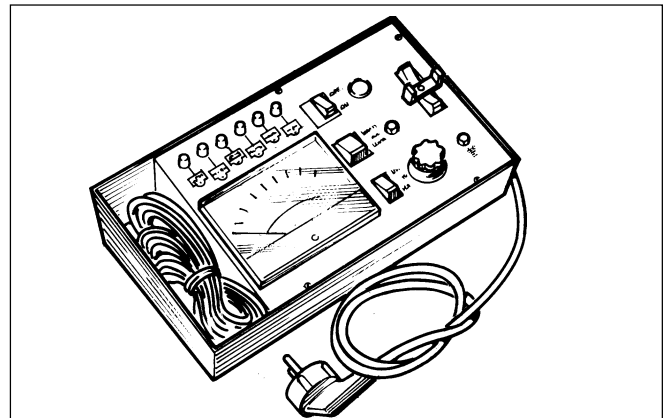

Fig. 5
**NOTA** - Avec le testeur d'allumage (fig. 5) ou de compression, les défauts peuvent être rapidement repérés. Si l'on ne constate aucun défaut la cause de l'inconvénient est à chercher dans le système de carburation ou dans les équipements.
### (Fig. 5) - TESTEUR D'ALLUMAGE